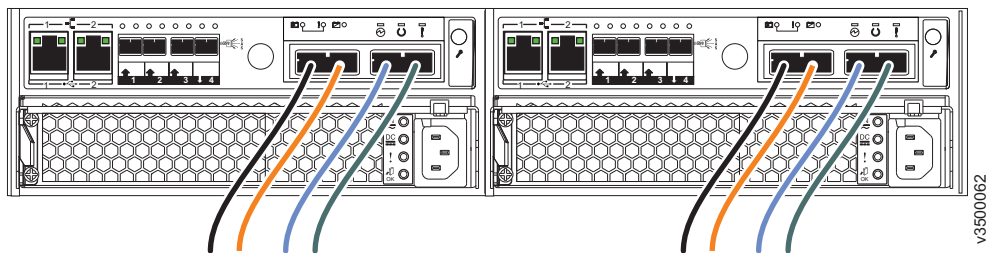

图 31. 每个容器连接四条光纤通道电缆的示例配置
2. 如果要连接额外光纤通道电缆，确保每个容器连接相同数量的电缆。图 31 显示了一个示例配置，其中每个容器连接了四条光纤通道电缆。